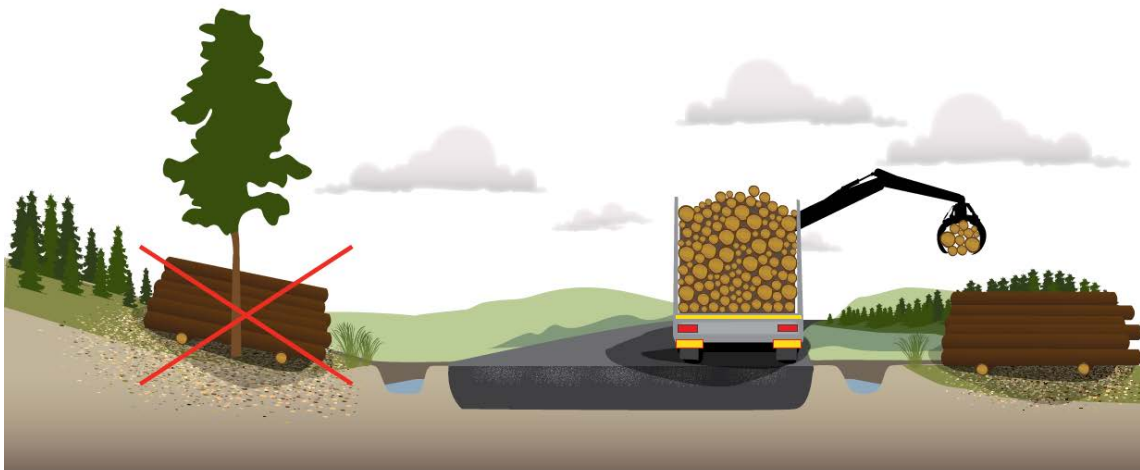

Bild 3. Bilden visar hur vältan inte ska placeras samt hur en korrekt placerad vältan är utformad. (Illustration: Trafikverket Sverige)
3. Upplag inom skyddsområdet ska placeras **utanför vägområdet** (se bild 3) dock minst 3 meter från vägrenen vid hastighetsbegränsning upp till 70 km/h och minst 7 meter vid 90 km/h.
6. Upplaget ska placeras så att vältan inte riskerar att rasa in på vägbanan och läggas upp med stockändarna mot vägen (se bild 3).